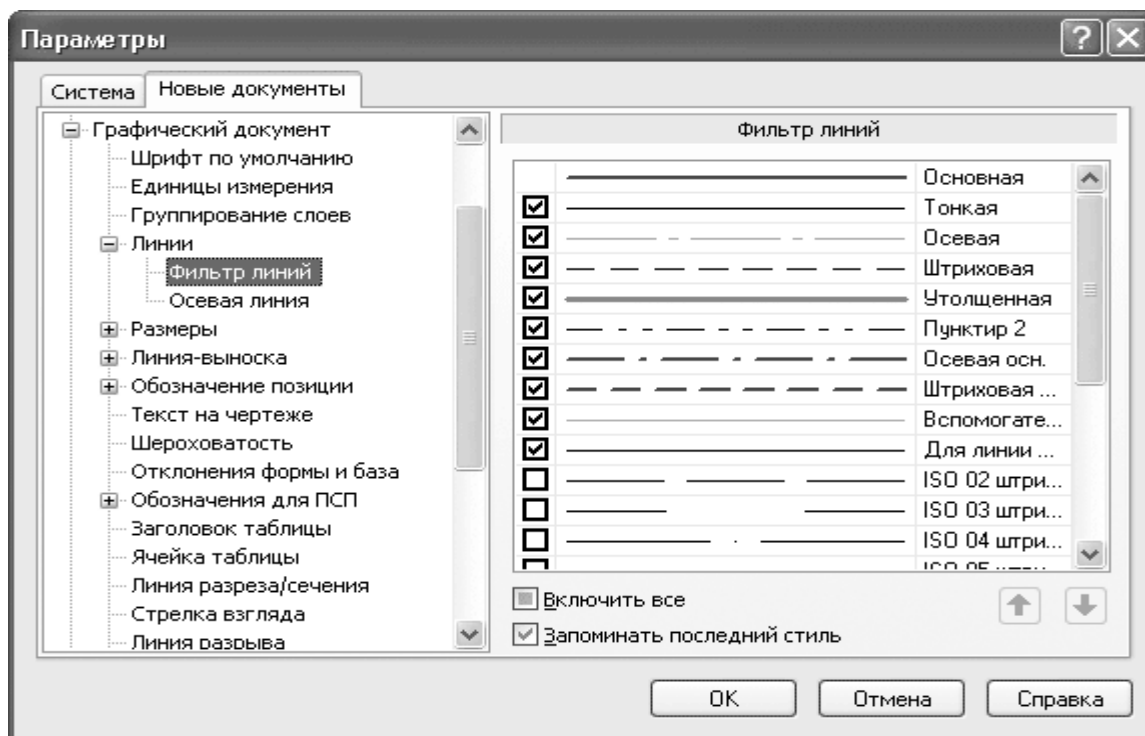
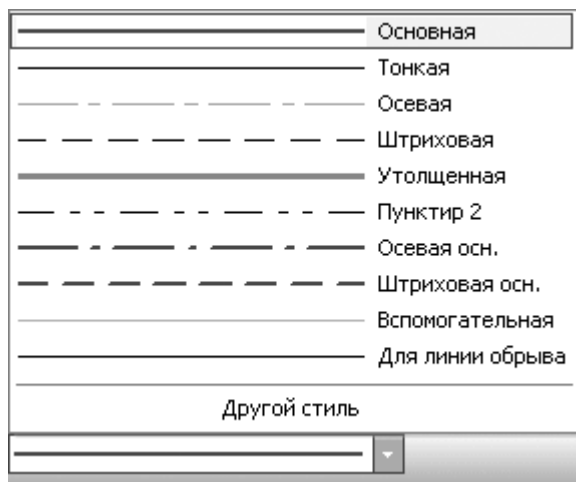

Рис. 1.63. Настройка фильтра линий
Рис. 1.64. Список доступных стилей линий при построении геометрических объектов
- **Линии** – позволяет настроить фильтры линий, а также размеры штрихов и промежутков осевой линии. Настройка фильтра линий (рис. 1.63) подразумевает выбор стилей линий, которые будут доступны при вводе геометрических объектов на чертеже, задание их последовательности в списке типов линий при вводе объектов, а также определение стиля по умолчанию. В области **Фильтр линий** находится список
всех доступных стилей линий. Стили, отмеченные флажком, отображаются в раскрывающемся списке Стил, который появляется на панели свойств при создании графических объектов (рис. 1.64). Стил, находящийся в верхней части списка Фильтр линий, и будет предлагаться по умолчанию (на рис. 1.63 и 1.64 это стиль Основная). С помощью кнопок, на которых изображены стрелки, любой стиль можно перемещать в пределах списка;